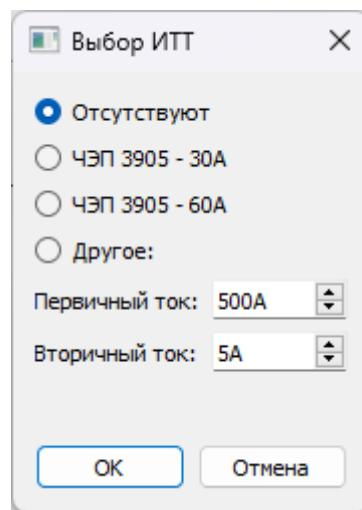

Рис. 25. Окно настроек использования внешних ИТТ.
**5.5.1.3. Настройка ПО.** При использовании внешних ИТТ следует в разделе основного окна «Измерительные трансформаторы тока» нажать кнопку «...». Далее в открывшемся окне (рис. 25) выбрать соответствующий режим.